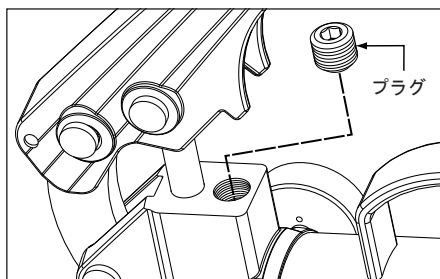

図12: リリーフ弁（P-18とP-39）
- ・モデルP-18とP-39では、リリーフ弁がポンプヘッドの上面に配置されています。図12を参照してください。